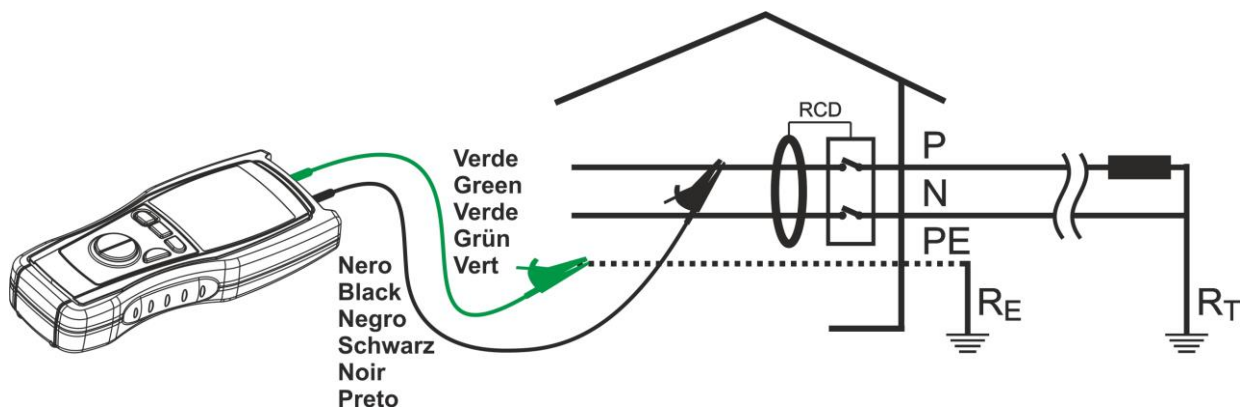

Fig. 14: Conexión de las puntas de prueba del instrumento en AUTO
5. Conecte el terminal verde del instrumento al conductor de protección (tierra) y el conductor negro al cable de fase (ver Fig. 14) o bien inserte el cable shuko en una toma de corriente